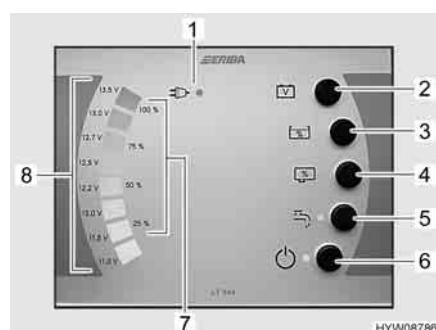

Fig. 95 Pannello di controllo LT 444
L'interruttore principale a 12 V (Fig. 95,6) inserisce e disinserisce l'alimentazione a 12 V dell'abitacolo.
- Premere il tasto (Fig. 95,6): L'alimentazione a 12 V dell'abitacolo è inserita. Il LED si accende.
- Premere il tasto (Fig. 95,6): L'alimentazione a 12 V dell'abitacolo è disinserita. Il LED si spegne.
La spia di controllo a 230 V (Fig. 95,1) si accende quando è presente una tensione di rete in corrispondenza dell'ingresso dell'apparecchio per l'alimentazione elettrica. La batteria dell'abitacolo è carica.
- Premere il tasto per l'indicazione della batteria (Fig. 95,2). La carica della batteria viene visualizzata sulla scala di indicazione della tensione della batteria (Fig. 95,8).
Nel pannello di controllo (Fig. 95) viene visualizzato il livello di riempimento del serbatoio dell'acqua potabile e del serbatoio delle acque grigie (se incorporato).
- Premere il tasto (Fig. 95,3) per visualizzare l'indicatore di livello dell'acqua potabile. Viene visualizzato il livello di riempimento del serbatoio dell'acqua potabile.
- Premere il tasto (Fig. 95,4) per visualizzare l'indicatore di livello delle acque grigie. Viene visualizzato il livello di riempimento del serbatoio delle acque grigie.
- Premere brevemente il tasto della pompa dell'acqua (Fig. 95,5). La pompa dell'acqua viene attivata o disattivata. Quando la pompa dell'acqua è attiva, il LED si illumina.